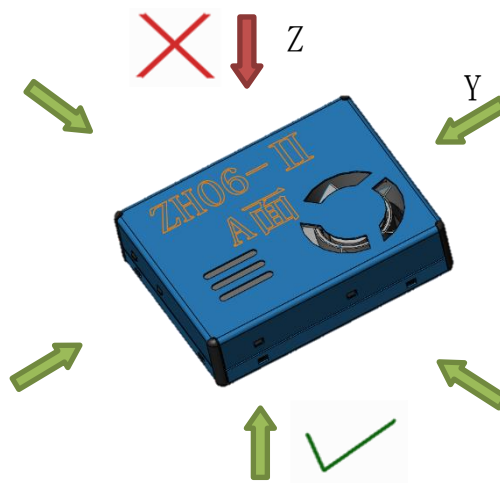

图9
- 4、风扇为出风口，粉尘采集孔为进气口，在传感器使用过程中应尽量避免将传感器直接安置于净化器自身风道内部，如无法避免应针对传感器安装位置设立一个独立的空间结构，气流方位参照图 9 所示，传感器不要受到红色箭头方向的气流冲击，传感器风扇出风口周围 2cm 之内不能有遮挡物，在这个独立的空间中应避免传感器出风口气流直接回流至进风口，从而影响传感器检测值的准确性。